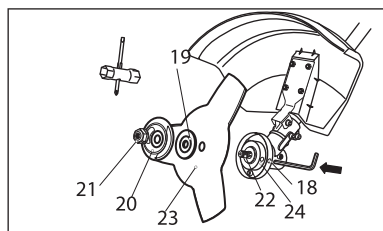

рис. 7.1
Вставьте шестигранный ключ из комплекта поставки в специальное отверстие (18) внутреннего фланца и заблокируйте шпindel (22, рис. 7.1).
Снимите триммерную катушку (17) в сборе со шпинделя (22, рис. 7.1).
Вставьте шестигранный ключ из комплекта поставки в специальное отверстие (18) внутреннего фланца и заблокируйте шпindel (22) (рис. 7.1).
Снимите диск (23, рис. 7.1) согласно пункту «Снятие и установка диска».